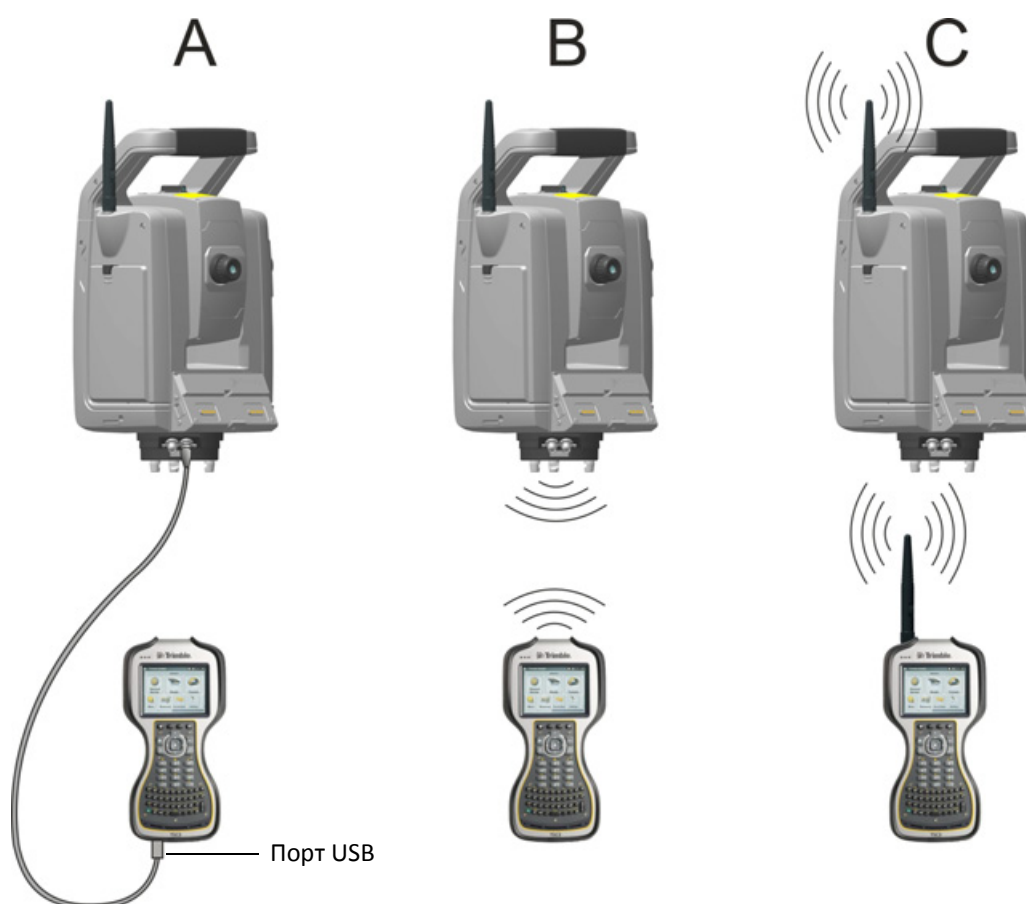

Рисунок 4.16. Подключение TSC3 к инструменту
- с помощью полевого ПО TSC3, когда контроллер TSC3 подключен к инструмент кабелем, см. рис. 4.16.